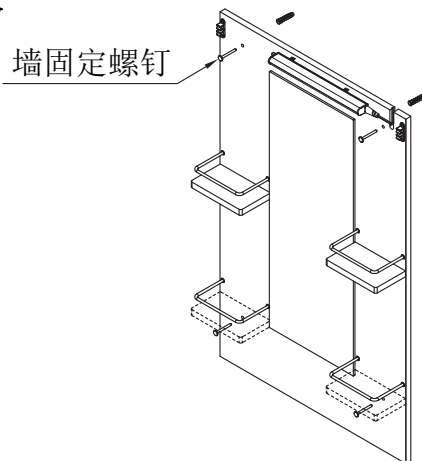

图5
7) 如图5所示, 将化妆镜放在台盆上边缘, 依次将墙固定螺钉拧入膨胀管内。